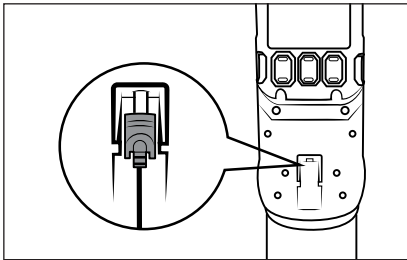

Abb. 8
① Hinweis:
- Der Staubsauger kann auch direkt über den Netzadapter **10** geladen werden. Entnehmen Sie dafür den Hohlstecker **11** durch eine leichte Drehung aus der Wandhalterung **18** und stecken Sie ihn in die Ladebuchse **3** am Gerät (siehe Abb. 8).